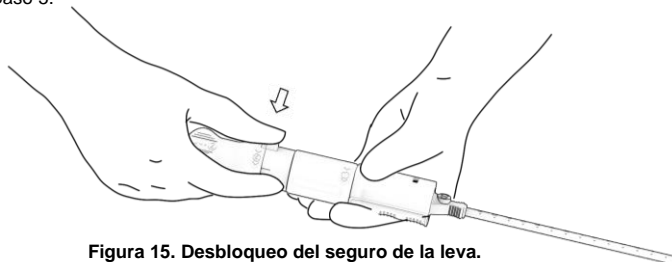

Figura 15. Desbloqueo del seguro de la leva.
- a. Localice el seguro de la leva (marcado con el número «4») y presione completamente este botón verde. Figura 15. Cerciórese de haberlo presionado completamente antes de pasar al paso 5.